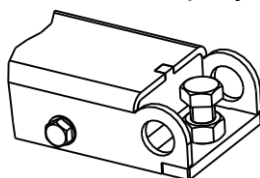

Рисунок 4.2
① После транспортирования или хранения станка при температуре воздуха ниже +5 °С, необходимо перед распаковкой выдержать станок при температуре (25±10) °С в течение не менее 4 часов.
4.2.2 Установить станок на ровное жесткое основание, допустимое отклонение основания от горизонтали – 0,5° (8 мм на 1 метр), так, чтобы все опоры станка касались основания. Это обеспечивается при помощи 2-х регулируемых опор (рисунок 4.2).